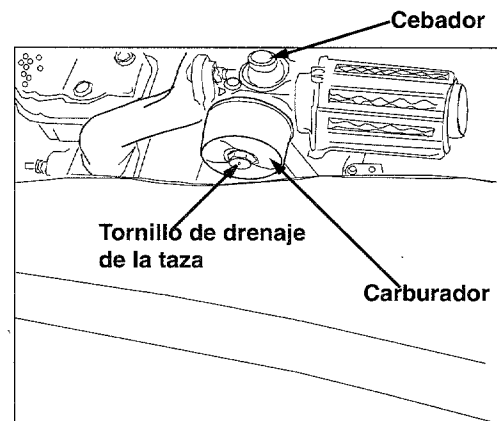

Figura 19
- Aflojar unas pocas vueltas el tornillo del drenaje de la taza. El tornillo de drenaje de la taza está ubicado debajo del carburador. Ver la Figura 19. No extraer completamente el tornillo. Drenar el carburador.